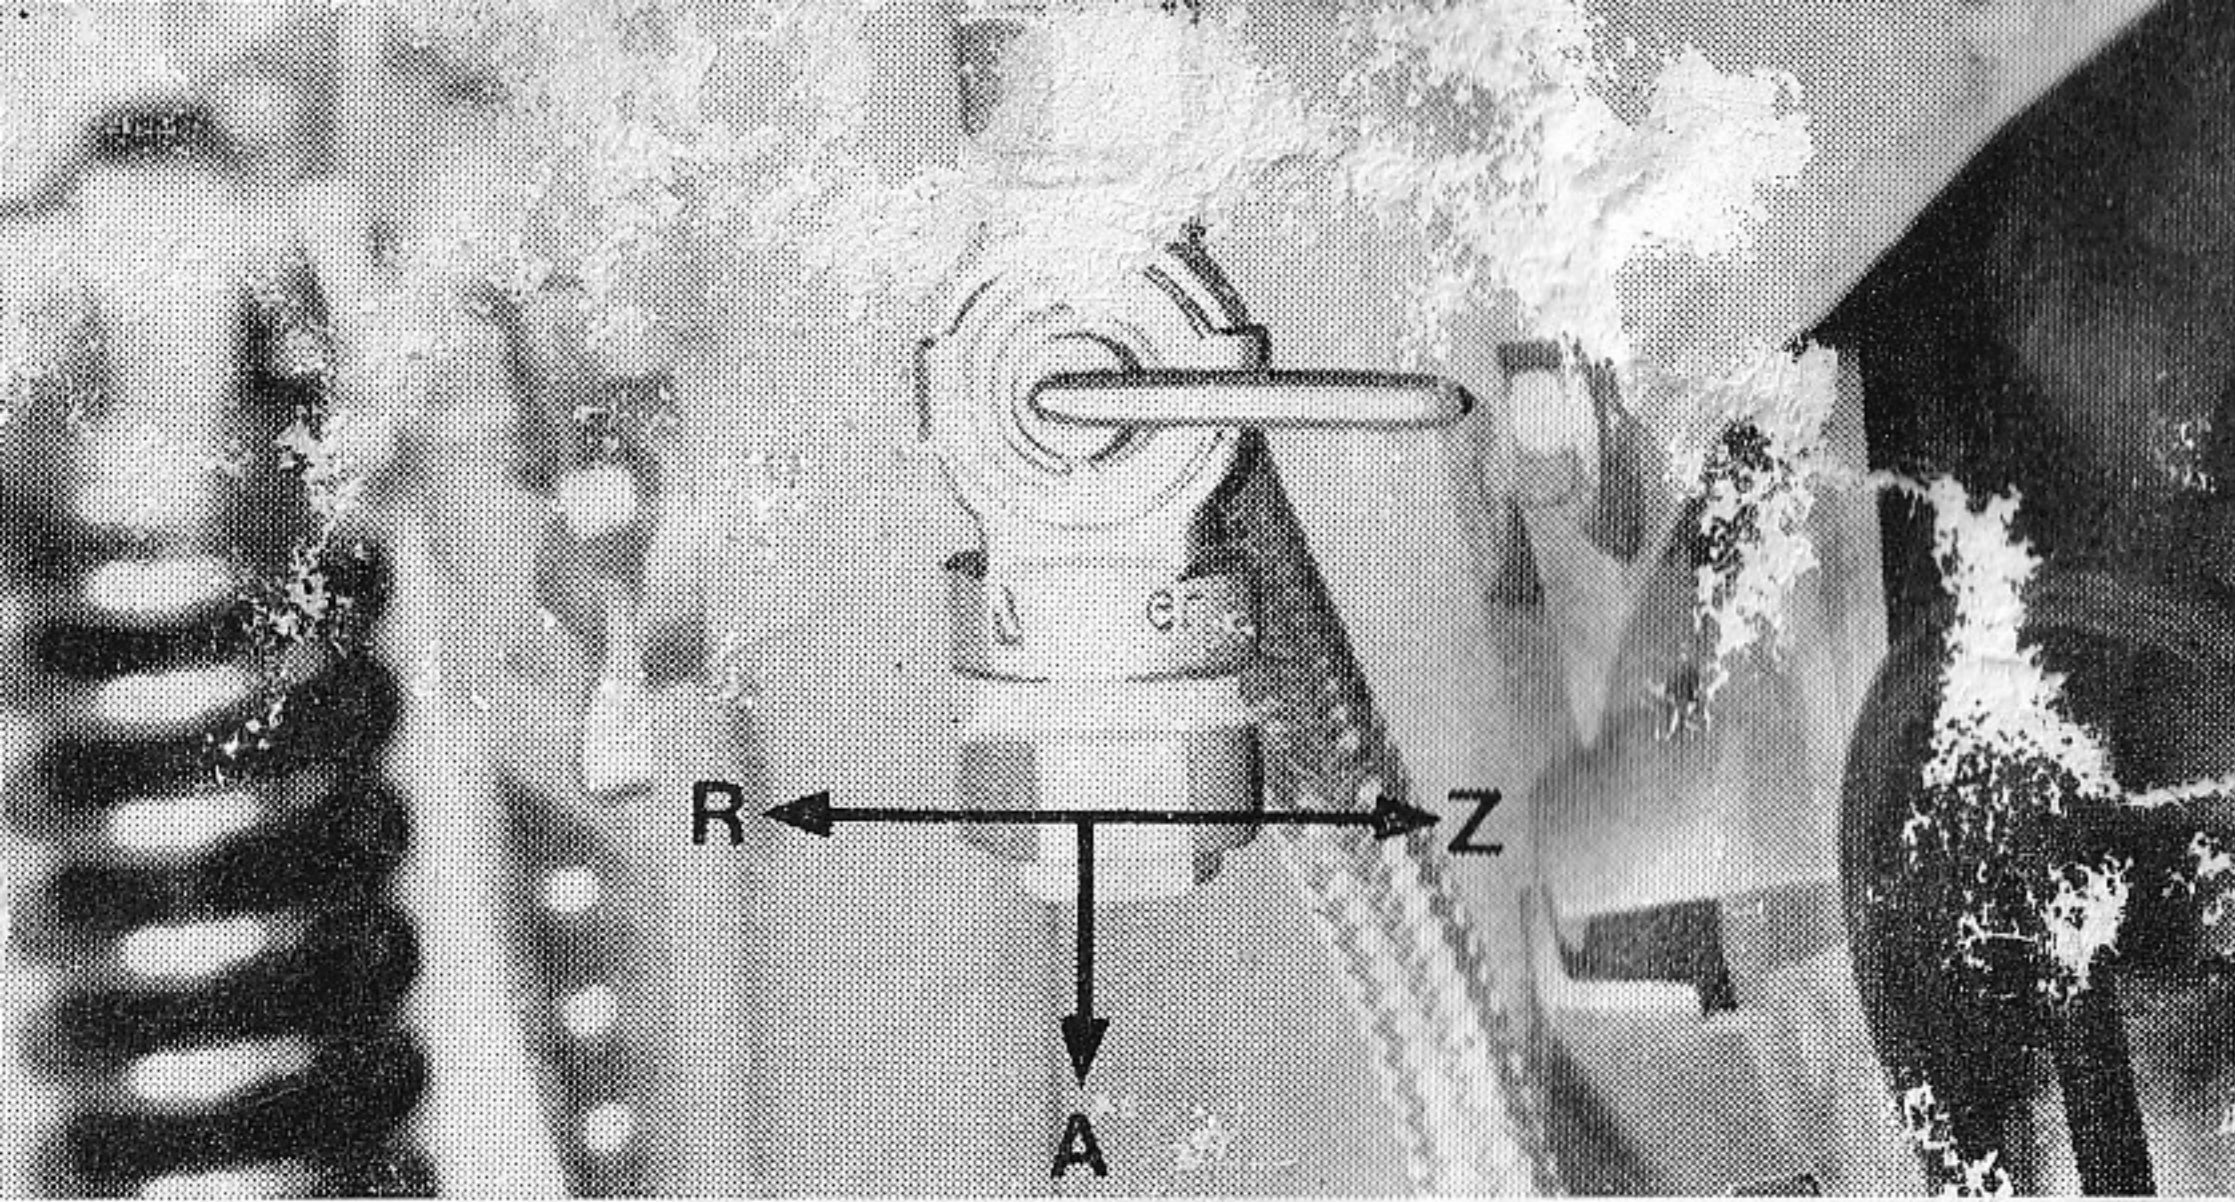

Bild 9
- 15 = Kraftstoffhahn (verdeckt, s. Bild 9)
- 16 = Kraftstoffhahn (verdeckt, s. Bild 9)
Kraftstoffhahn (Bild 9)
Kraftstoffhahn (Bild 9) schließen (Stellung Z). Zündung durch Zünd-/Lichtschalter (5/3 bzw. 5a/3) unterbrechen.